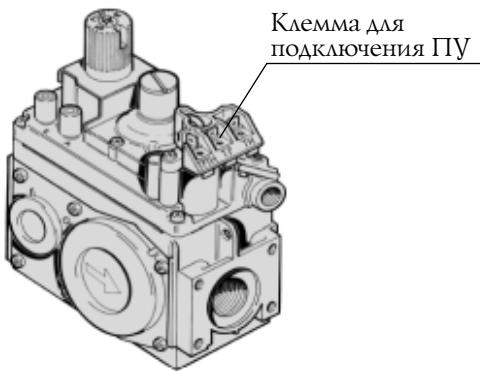
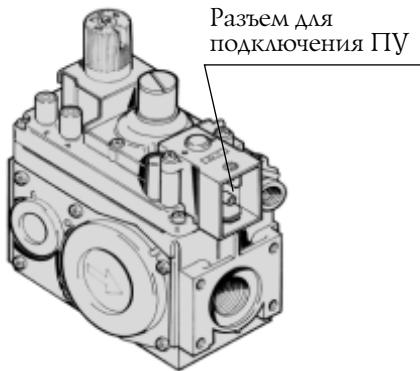

Рисунок 5. Внешний вид энергоне-
Рисунок 6. Внешний вид энергоза-
Многофункциональный регулятор подачи газа (автоматика) 820 NOVA (6) представляет собой устройство для автоматического регулирования тепловой мощности аппарата и его отключения в случае возникновения аварийных ситуаций. Автоматика 820 NOVA выпускается в энергоНЕзависимой модификации (рисунок 5), и в энергозависимой модификации (рисунок 6). В первом случае питание обеспечивается термогенератором, а во втором - от сети 220В. В зависимости от типа питания регулятор имеет разный вид, клемм для подключения пульта.